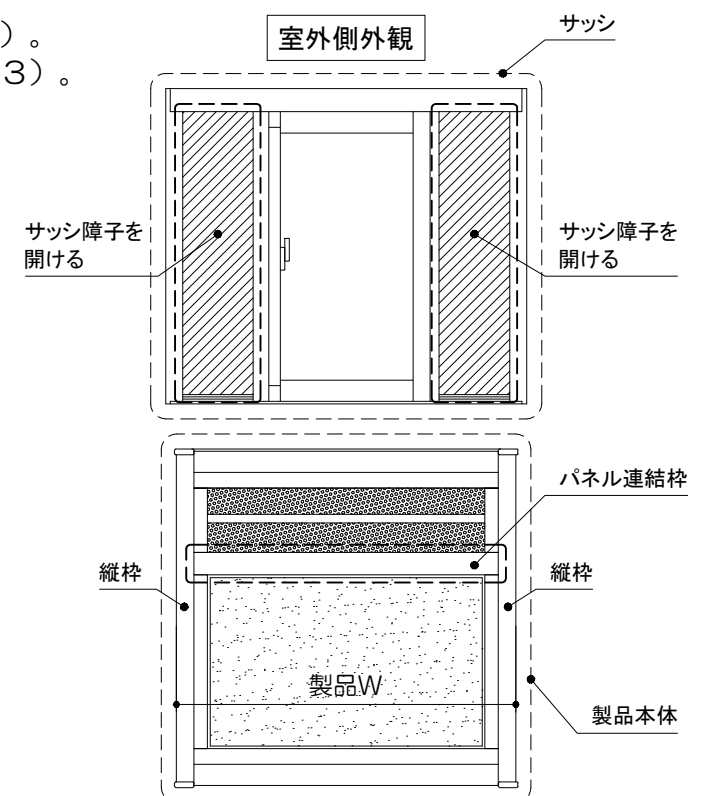

図3. 製品本体の仮置き
- 2-1：サッシ障子の両側を開けてください（図3）。
- 2-2：製品本体を窓の外側に置いてください（図3）。